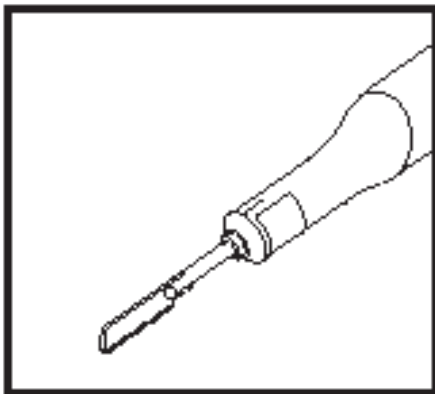

Figura 2.
3. Libere o botão. O botão deve voltar à sua posição original e prender a lâmina (vide Figura 2).